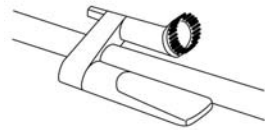

Fig. 9
El soporte para accesorios, ubicado en el tubo de extensión, le permite guardar sus accesorios para tenerlos a mano. Deje de buscar el cepillo limpiador o la boquilla esquinera, el soporte para accesorios mantiene sus accesorios al alcance de su mano. (Fig. 9)
- Mantenga la turbina del cepillo impulsado a aire libre de tierra y materiales extraños. (Vea la Fig. 9 y las instrucciones de limpieza).